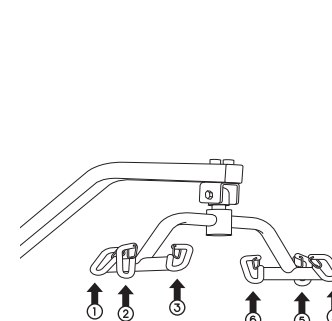
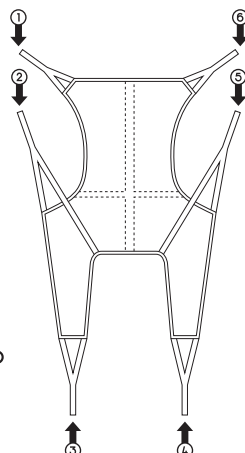

fig. 10
fig. 11
- Instale los soportes del arnés a los ganchos de la araña uniendo los números de la [fig. 10] con los números de la [fig. 11] según su orden ejemplo: 1-1, 2-2.